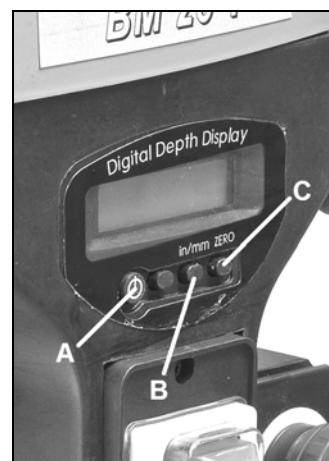

Abb. 20
- Bei dieser Bohrmaschine kann die Bohrtiefe auch mit der digitalen Bohrtiefenanzeige abgelesen werden. Drücken Sie dazu den Knopf „A“, um die Anzeige einzuschalten. (Abb.20)